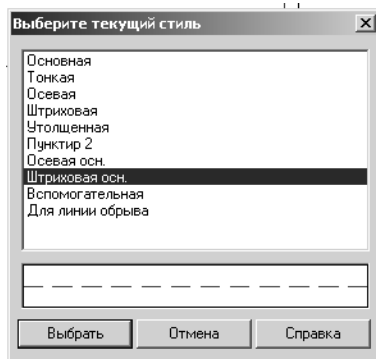

Рис. 1.1.8
11. В окне диалога текущего стиля выбрать тип линии **Тонкая** и нажать на кнопку **Выбрать ЛКМ** (рис. 1.1.8).